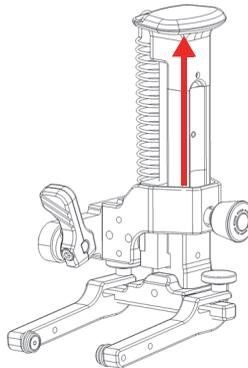

Figura 3-2 Scorrimento della rotaia fino alla posizione di blocco
2. Per facilitarne il montaggio sollevare i supporti delle sonde facendo scorrere verso l’alto la rotaia del braccio con meccanismo a molla fino a quando raggiunge la posizione di blocco (Figura 3-2 a pagina 69).